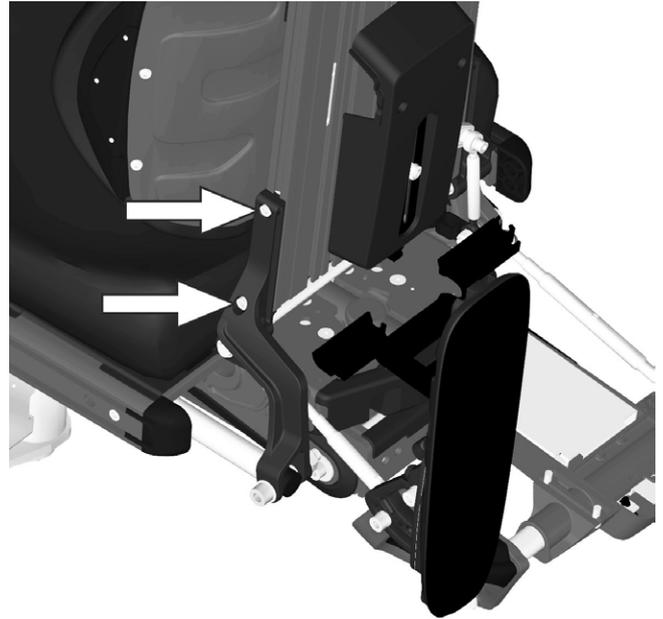

Abbildung 155. Das Rückenlehnenprofil ist an der linken bzw. rechten Seite mit zwei Schrauben befestigt.
6. Rückenlehnenprofil entfernen, das mit zwei Schrauben auf der linken bzw. rechten Seite montiert ist. Siehe Abbildung. 155. Schrauben lösen und Rückenlehnenprofil gerade nach oben ziehen.